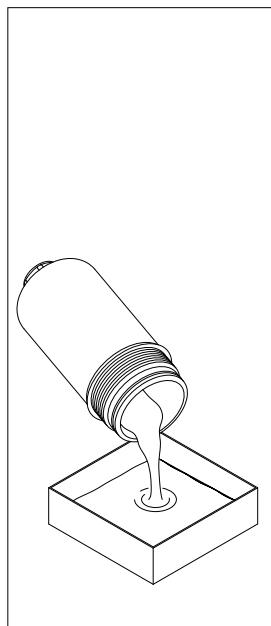

fig. 13
- (Fig. 13) Svuotare il fluido di lavoro dal contenitore al recipiente di raccolta